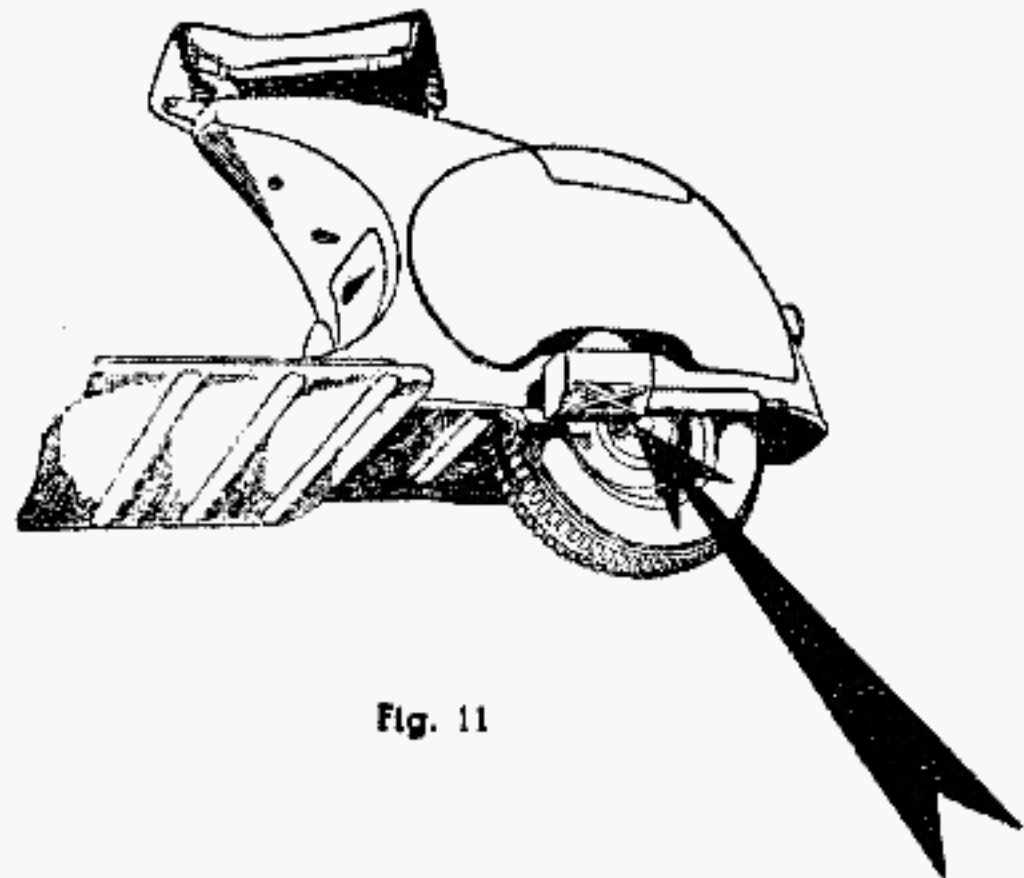

Fig. 11
2°) Pulire la feritoia sul terminale del silenziatore di scarico in quanto le proiezioni di olio non carburato, mescolandosi alla polvere, abbiano determinato un parziale otturazione della feritoia (vedi fig. 11).
**Ogni 4000 km. :** 1°) Pulire il silenziatore di scarico (vedi fig. 11) l'uso costante di un tipo adatto di candela, introducendo nell'interno acqua e soda caustica (25 %) poi sciacquare bene con acqua corrente.